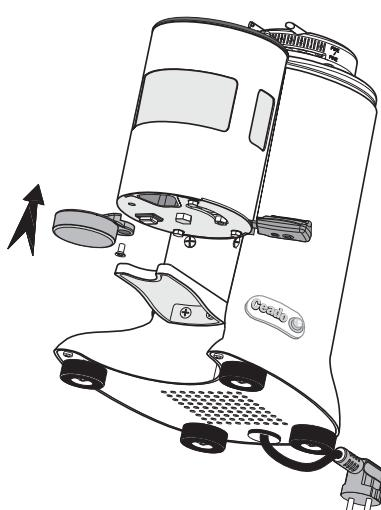

Fig. 10
- 2 Placer le tasseur et le fixer en utilisant la vis fournie (Fig. 10).